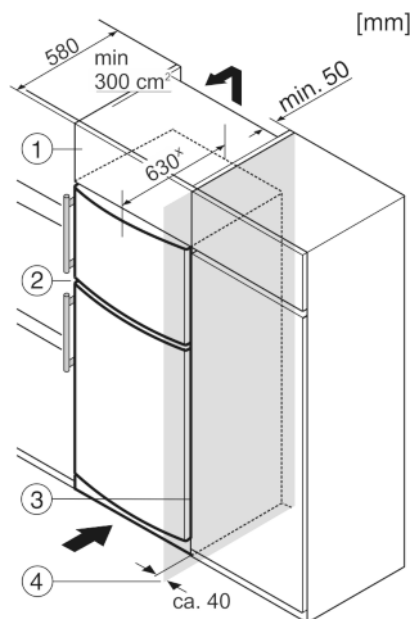

Fig. 9
- (1) Nástavná skříňka
- (2) Přístroj
- (3) Kuchyňská skříň
- (4) Stěna
Zařízení lze zabudovat do vybavení kuchyně. K vyrovnání přístroje *Fig. 9 (2)* na výšku kuchyňské linky lze na přístroj nasadit odpovídající nástavec *Fig. 9 (1)*.
Při montáži do kuchyňských skříní (hloubka max. 580 mm) lze přístroj instalovat hned vedle kuchyňské skříně *Fig. 9 (3)*. Přístroj přesahuje přední stěnu kuchyňské skříně na stranách o 34 mm* a uprostřed o 50 mm*.
Když se přístroj instaluje závěsy vedle stěny *Fig. 9 (4)*, musí být vzdálenost přístroje od stěny alespoň 40 mm. To odpovídá přesahu madla při otevřených dveřích.